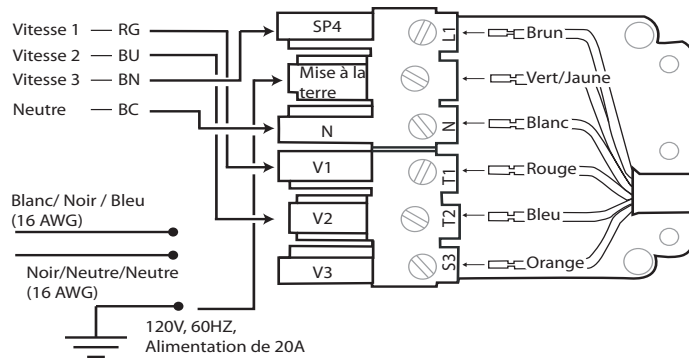

Figure 27 : Câblage de la hotte avec un ventilateur à distance
10. Branchez le ventilateur à distance aux fils du connecteur en tire-bouchon, comme illustré sur la Figure 27. Branchez le fil vert (mise à la terre) à la vis de mise à la terre de la boîte de connexion. Consultez les instructions d'installation du ventilateur pour plus de détails sur le câblage.